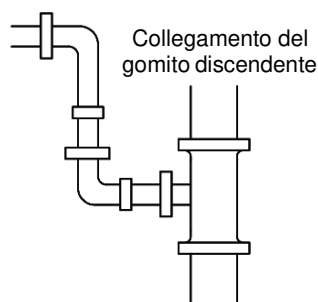

Fig. 4.13
- ① : Collegamento dei giunti dei tubi di scarico (Fig. 4.13)